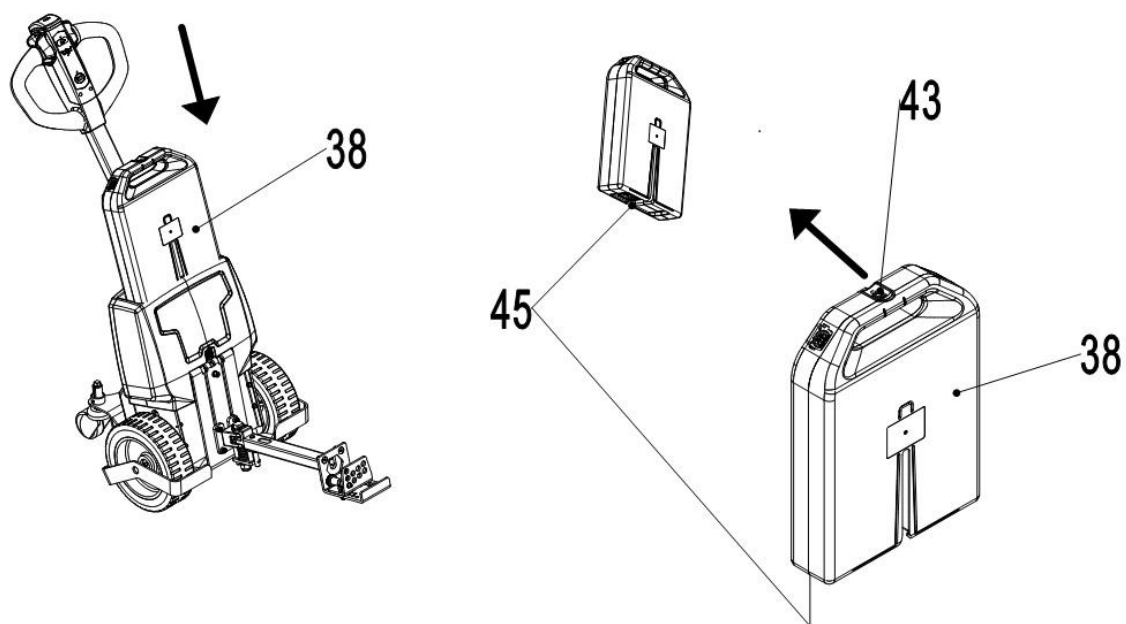

Рис. 16: Установка АКБ
- Вставьте аккумулятор (рис. 16, поз. 38) в отсек для аккумулятора.
- Штекерное соединение (рис. 16, поз. 45) между батареей и тягачом должно быть полностью подключено.
- Заблокируйте замок аккумулятора (рис. 16, поз. 43).